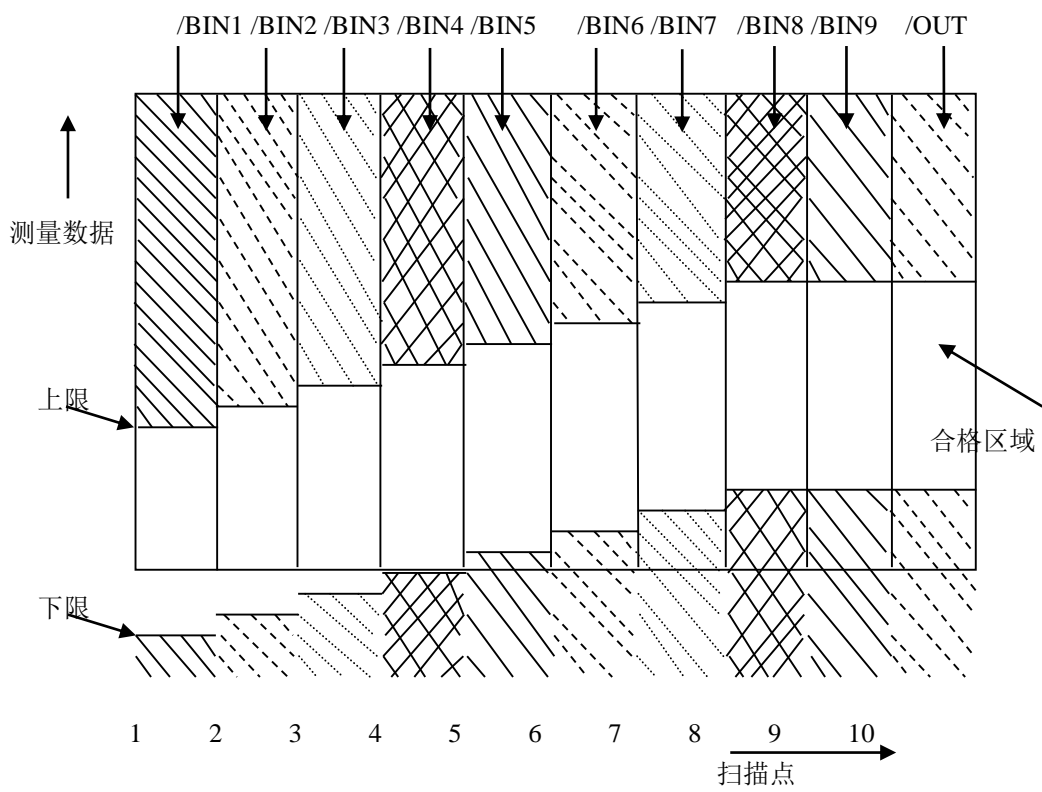

图4 列表扫描比较功能信号区域示例
- /BIN1 - /BIN9 和 /OUT 信号指示为各扫描点的 IN/OUT（合格或超差）判别。参见图 4。/AUX 信号指示为 PASS/FAIL 判别，（在一次扫描期间列表中有一个或多个不合格）。